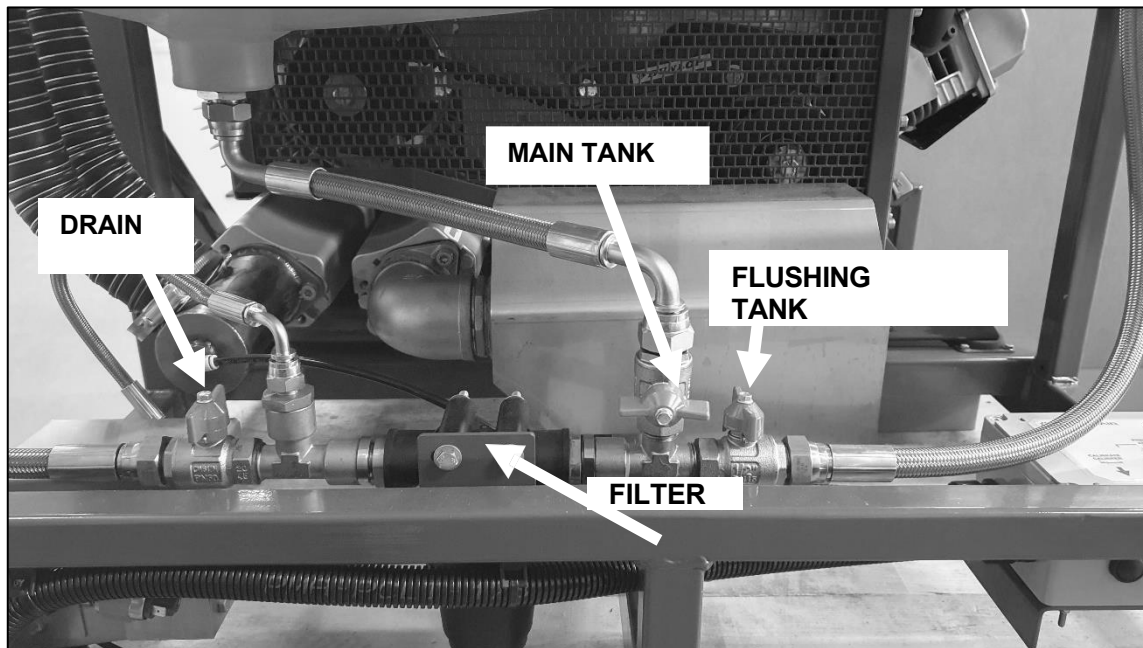

Fig. 2 - Válvulas y filtro bajo el depósito
1. Asegúrese de que la válvula **de Drain** está CERRADA, la válvula **Main Tank** está ABIERTA y la válvula **del Flushing Tank** está cerrada (véase la Fig. 2). Observe que todas las válvulas están cerradas cuando la manija está en ángulo recto con el cuerpo de la válvula y abiertas cuando la manija está paralela al cuerpo de la válvula.